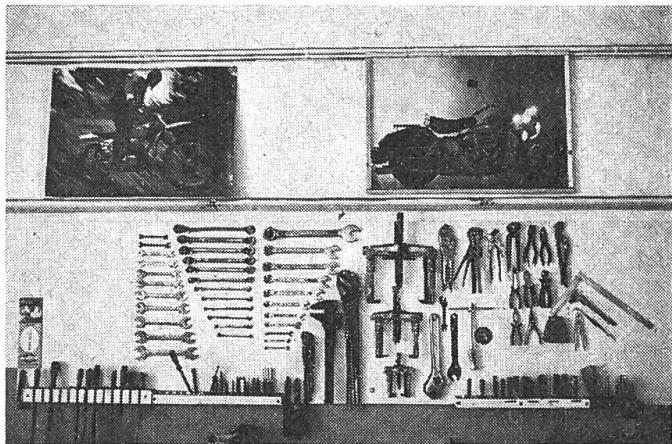

Abb. 15
4.1 Die **Werkzeugwand** über der Werkbank evtl. mit aufgemalten Symbolen der Werkzeuge (Abb. 15). Diese Art der Aufbewahrung bietet die beste Uebersicht über den Werkzeugbestand. Fehlende